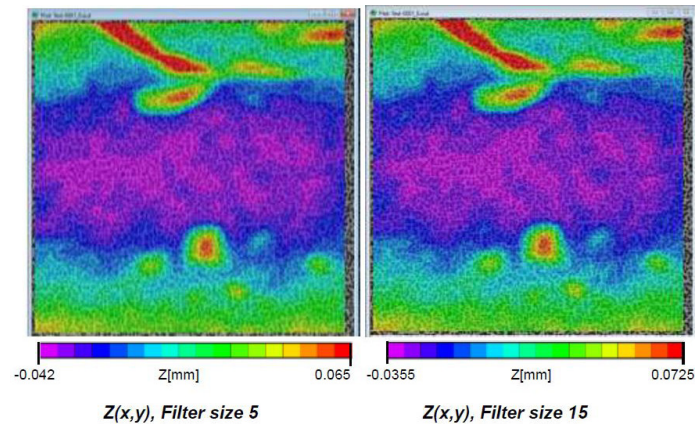

图9:曲面形状的全场图($Z(x,y)$)
- 使用自动设定平面选项的ROI表面($Z(x,y)$)的形状, 其中 x 和 y 分别是名义上的水平线和垂直线, 在样品上, Z 与 x 和 y 线都正交: 典型的形状云图如图9所示。